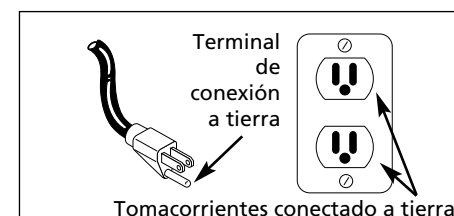

Figura 1 - Método de conexión a tierra
3. Este producto está diseñado para circuitos nominales de 120 voltios y tiene un enchufe para conexión a tierra similar al de la Figura 1. Cerciérese de conectarlo a un tomacorrientes cuya configuración sea similar a la del enchufe. Este producto se debe conectar a tierra. En caso de que ocurra un cortocircuito, esto evitaría el riesgo de choque eléctrico al ofrecerle un cable de desvío a la corriente eléctrica. Este producto tiene un cordón con un alambre y terminal de conexión a tierra. Debe conectarlo a un tomacorrientes que esté instalado adecuadamente según los códigos y ordenanzas locales.